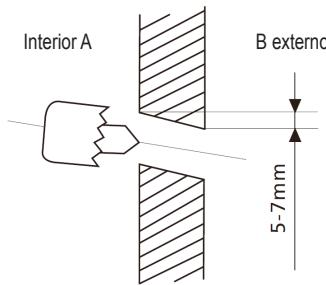

fig. 11 -
5. Efetue um furo de Ø65 mm (ou Ø90 mm, dependendo do modelo)na parede ("fig. 11 -") ligeiramente inclinado para baixo em relação ao exterior, começando a furar de um lado da parede (A) e terminando do lado oposto (B), para evitar fissurações anómalas da própria parede.